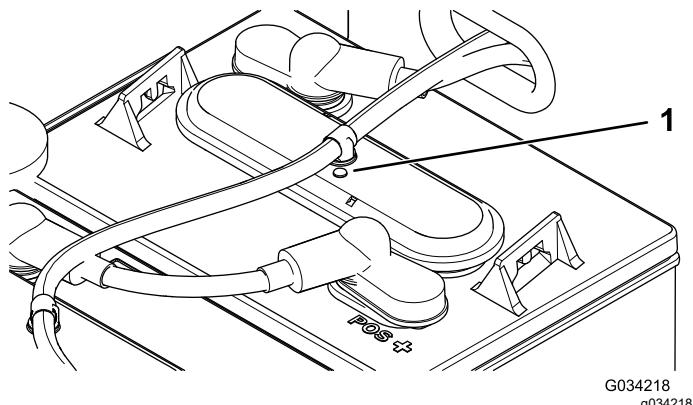

Figure 38
- Sur chaque batterie, vérifiez si la pastille est noire ou blanche (Figure 38).